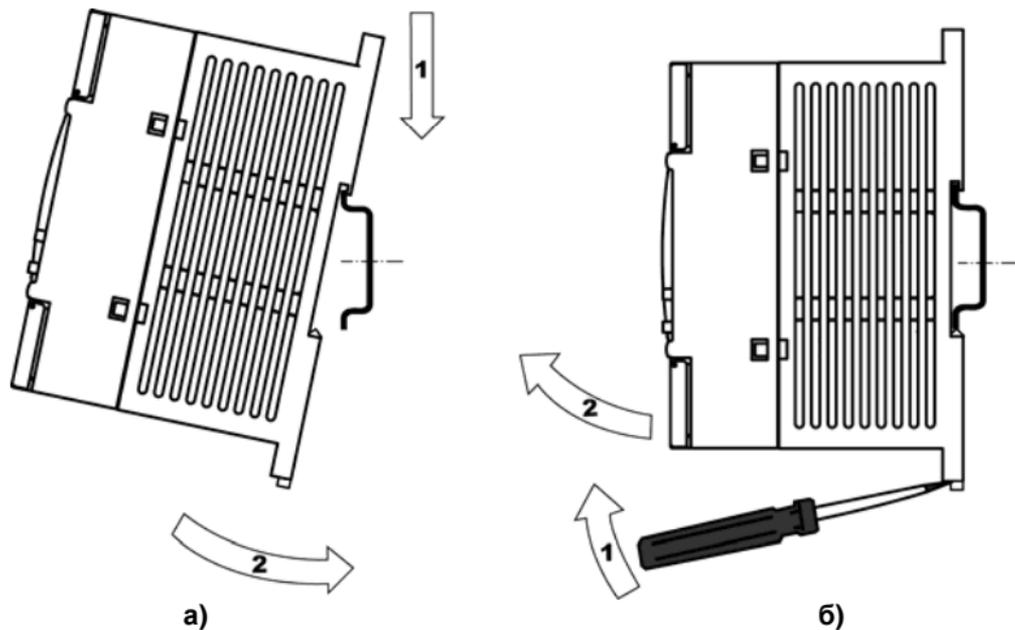

Рисунок 6.1 – Монтаж контроллера с креплением на DIN-рейку
4. Для съема контроллера с DIN-рейки в проушину защелки вставляется острое отвертки (см. рисунок 6.1 б)), и защелка отжимается по стрелке 1, после чего контроллер отводится от DIN-рейки по стрелке 2. При съеме ПЛК110-60 две защелки отжимаются одновременно.